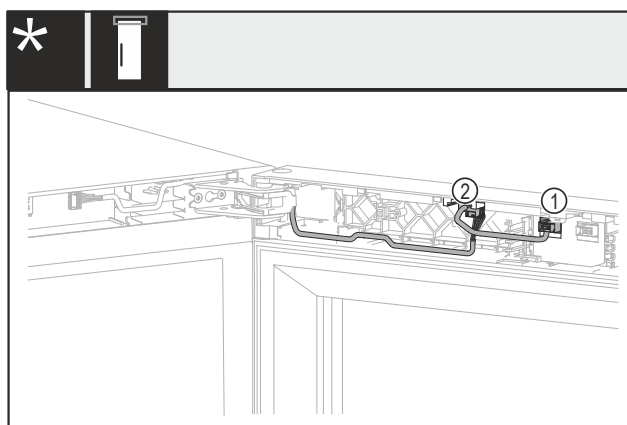

Fig. 18 Brez ključavnice ali z mehansko ključavnico*
- ▶ Vtič Fig. 18 (1) izvlecite ven.*
- ▶ Vtič Fig. 18 (2) izvlecite ven.*